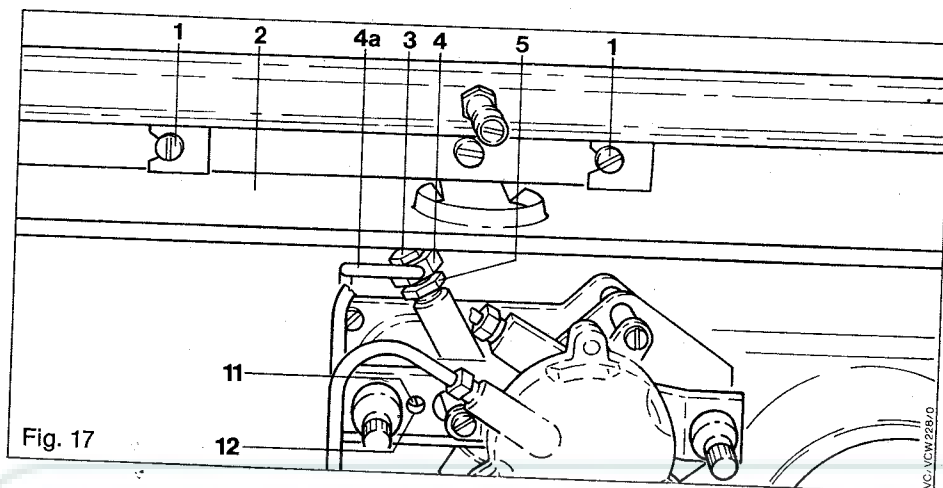

Fig. 17
In caso di sostituzione dell'ugello parte aria o dell'operatore bisogna regolare per primo la portata di gas per l'accensione per mezzo della vite (11) fig. 17.